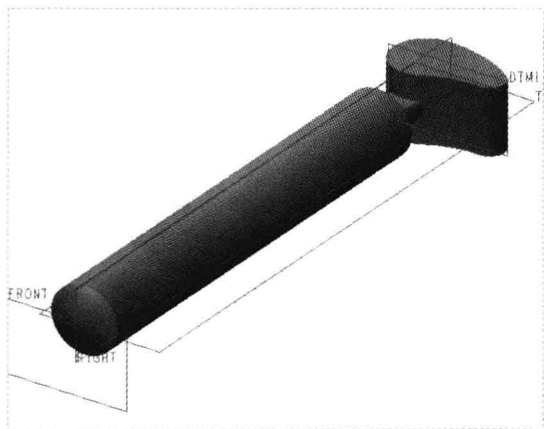

图 15-11 新建平面 1
Step 02 按【Enter】键确认，单击“确定”按钮, 即可新建一个名为 DTM1 的平面，如图 15-11 所示。